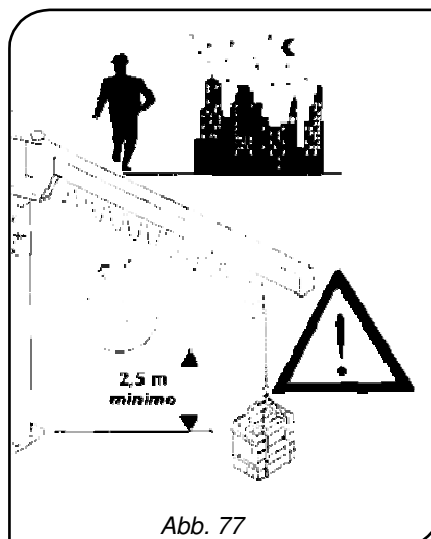

Abb. 77
- **NIE** den Kran bei Arbeitsende verlassen, ohne vorher alle Sicherheitsprozeduren auszuführen (Abb. 77).